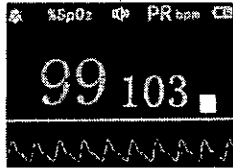

Imagen 5-2 Interfaz del monitor de SpO₂
(2) Colocar el dedo en el monitor del sensor del oxímetro como la imagen 5-2.
(3) Mantener presionado "⏻" para apagar el dispositivo luego de la medición.